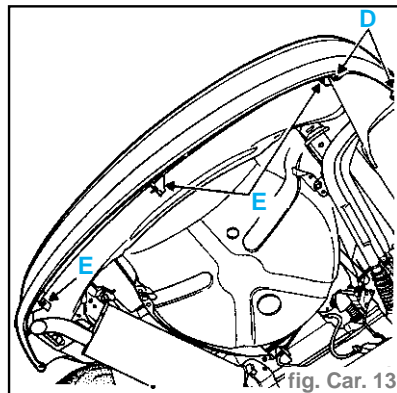
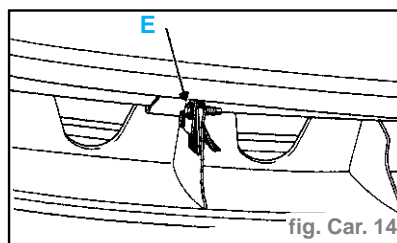

fig. Car. 13
fig. Car. 14
- les deux vis de fixation supérieures de l'écran AR (B) (de chaque côté)
- la vis de fixation supérieure latérale (C) (de chaque côté).
- Déposer (fig. Car. 13) :
- les deux vis de fixations inférieures de l'écran (D) (Étoile 20) (de chaque côté),
- les trois vis de fixations inférieures AR du bouclier (E) (tête hexagonale de 10).
- Positionnement des agrafes et des vis (E) (fig. Car. 14)